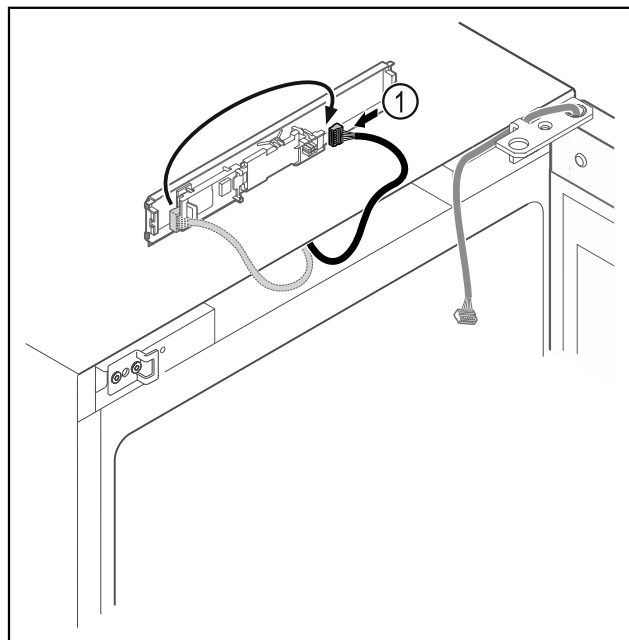

Fig. 18
- ▶ Schimbați poziția de introducere a fișei Fig. 18 (1) la placa electronică.